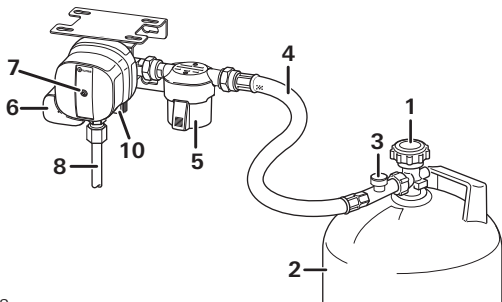

Figure 1a
- Raccorder la bouteille (2) de gaz et assurer l'état irréprochable du raccord de tuyau.
- Ouvrir la vanne de bouteille (1).
- Presser fortement la sécurité de rupture de lyre (figure 1a – 3) sur la lyre haute pression pendant environ 5 secondes.
- Réinitialiser le capteur de choc si le bouton de réinitialisation jaune (7) n'est pas enfoncé (position « non opérationnel »).
- Fermer la vanne (1) de la bouteille de gaz vide (2).
- Dévisser la lyre haute pression (4) de la bouteille de gaz (2), le cas échéant retirer l'adaptateur enfichable.
- Ouvrir la vanne (1) de la bouteille de gaz pleine.
- Presser la sécurité de rupture de lyre (figure 1a – 3) et le cas échéant le bouton de réinitialisation jaune (7), le tourner légèrement dans le sens des aiguilles d'une montre pendant 10 secondes.
- Visser la lyre haute pression (4) spécifique au pays sur l'entrée du filtre à gaz (5) / du MonoControl CS et à la bouteille (2 / ou à l'adaptateur enfichable).